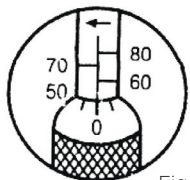

Fig 1
- Tourner la poignée jusqu'à ce que la graduation zéro sur le bord biseauté de la poignée soit alignée avec la marque verticale sur le manche et soit égale à la graduation 50Nm (Fig.1).